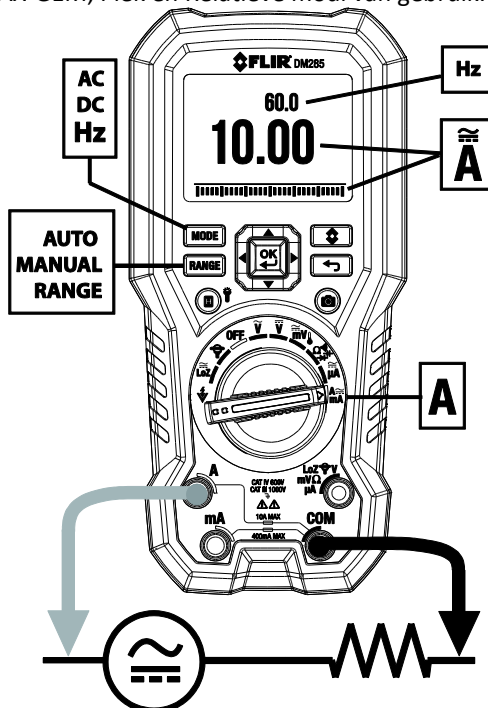

Fig. 9-9 Hoge Stroom 'A' metingen
4. Sluit de testsnoeren in serie aan met het onderdeel in overeenstemming met **Fig. 9-8** en **Fig. 9-9** voor 'A' metingen, **Fig. 9-10** voor mA metingen of **Fig. 9-11** voor  $\mu$ A metingen.